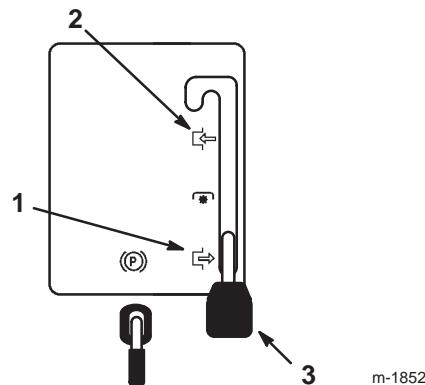

Bild 5
2. Stellen Sie den Zapfwellenantriebshebel (ZWA) auf „Ein“ (Bild 5).
2. Stellen Sie den Zapfwellenantriebshebel (ZWA) auf „Aus“ (Bild 5).
- Stellen Sie den Zapfwellenantriebshebel (ZWA) auf „Aus“ (Bild 5).